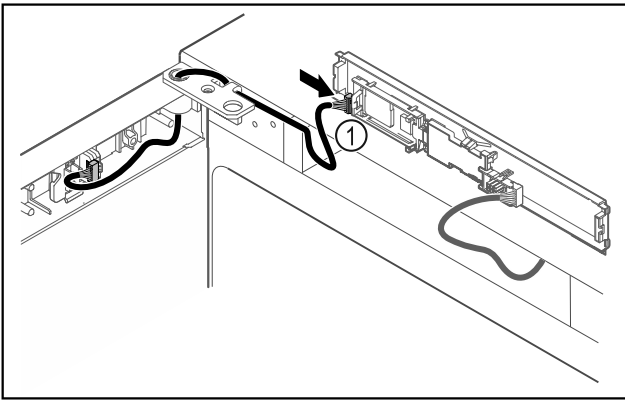

Fig. 43
- ▶ Brancher le connecteur Fig. 43 (1) sur la platine.